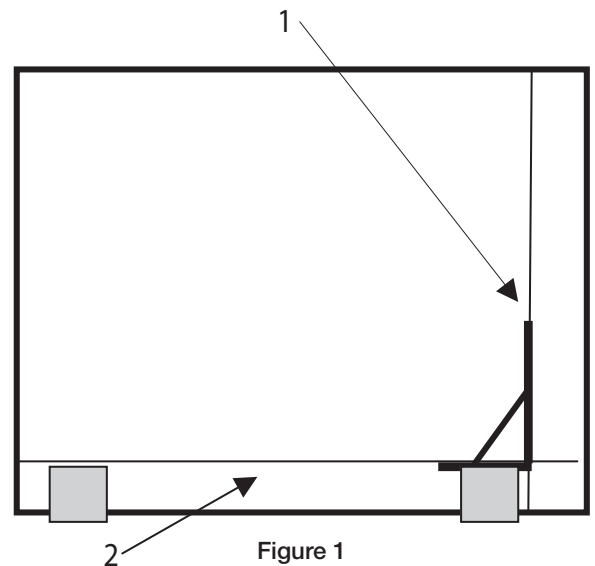

Figure 1
A l'aide d'un cordeau tracer une première ligne de référence sur la longueur de la pièce à revêtir. Pour déterminer le point de départ de la pose, tracer perpendiculairement une deuxième ligne de référence en veillant à ce que les SBL positionnées en bordure aient une largeur minimale de 25 cm. [Cf. Figure 1]
Using a chalk line, trace an initial reference line along the length of the room to be carpeted. To determine the starting point for laying your tiles, trace a second reference line perpendicular to the first, ensuring a minimum width of 25 cm for the SBLs positioned at the edge. [Cf. Figure 1]
De la même façon que précédemment, tracer une première ligne de référence sur la longueur de la pièce à revêtir. Pour déterminer le point de départ de la pose, tracer perpendiculairement une deuxième ligne de référence en veillant à ce que les dalles positionnées en bordure aient une largeur minimale de 25 cm [Cf. Figure 1] et en s'assurant que les joints de dalle seront décalés par rapport aux joints de SBL.
*As before, trace an initial reference line along the length of the room to be carpeted. To determine the starting position for laying your tiles, trace a second reference line perpendicular to the first, ensuring that the tiles positioned at the edges have a minimum width of 25 cm [Cf. Figure 1] and that the carpet tile joints are offset in relation to the SBL joints.*